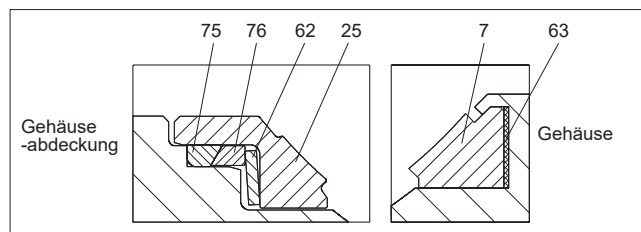

Abb. 23 H-Sitz (2")
- Setzen Sie die Gehäuseabdichtung (63) in die Gehäusemulde. Dann setzen Sie den Sitz (7) in die Gehäusemulde, siehe Abb. 23.
- Setzen Sie die Gehäuseabdichtung (75), den Stützring (76), die Feder (62) und den Sitz (25) in die Gehäuseabdeckung. Abb. 23